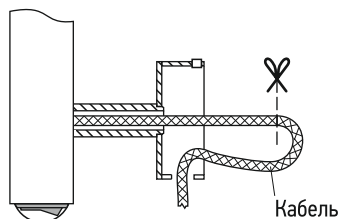

Рис. 4
3.8. Для подключения через скрытую проводку необходимо обрезать провод, отступив от коробки скрытого подключения примерно 50 мм, и вытащить его внутрь (рис. 4).